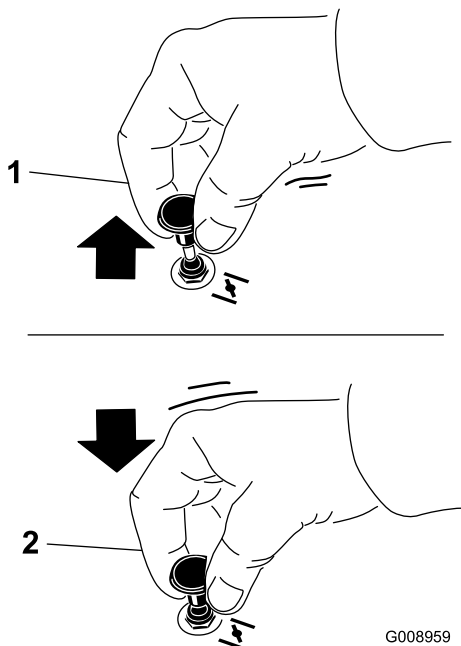

Figura 22
1. Tragei în sus butonul de oc pentru a cupla ocul, înainte de a utiliza comutatorul de contact (Figura 22).
2. Împingi în jos butonul de oc pentru a decupla ocul după pornirea motorului (Figura 22).